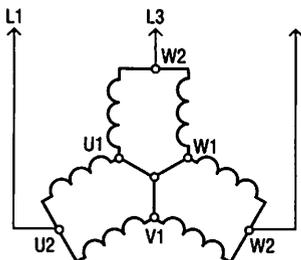
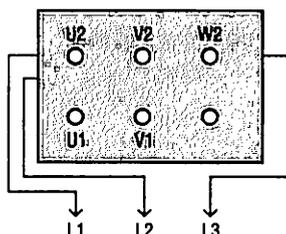

Fig. 24 : Couplage grande vitesse étoile parallèle.
Fig. 25 : Plaque à bornes grande vitesse (GV)
– En grande vitesse (GV), le couplage est étoile parallèle (fig. 24), plaque à bornes (fig. 25).